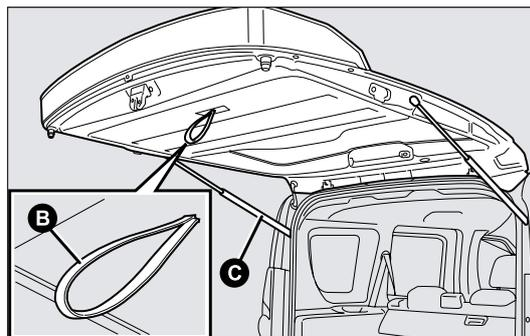

fig. 84b
**No intentar cerrar el portón haciendo presión sobre los amortiguadores laterales C-fig. 84b. Además, prestar atención a no golpear los amortiguadores laterales al cargar el maletero, para evitar que se dañen.**